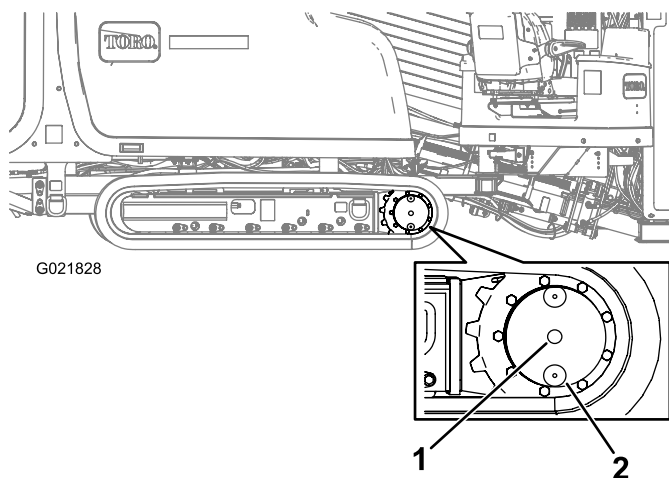

Figura 133
2. Limpe a área ao redor do bujão de nível de óleo com solvente de limpeza (Figura 133).
3. Remova o boião de nível de óleo (Figura 133).
2. Limpe a área ao redor do bujão de nível de óleo (Figura 133).
3. Gire o comando final planetário até que o bujão de drenagem de óleo esteja diretamente abaixo do bujão de nível (Figura 133).